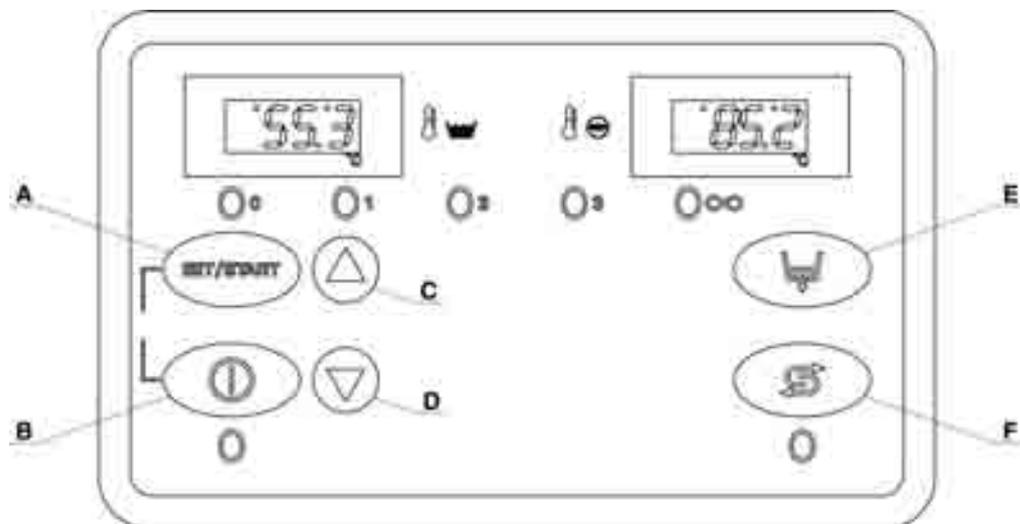

fig. 7
Aprire il rubinetto dell'acqua, azionare l'interruttore generale a muro e procedere all'accensione della macchina premendo il tasto (B) (vedi fig. 7). Il led verde si accenderà. Dopo alcuni secondi, inizierà la fase di riempimento vasca.
- Selezionare il ciclo di lavaggio (3, 6 o 9 minuti) tramite i tasti (C/D) (vedi fig. 7). Il led verde si accenderà in corrispondenza del ciclo selezionato (1, 2, 3, ∞).
- Avviare il ciclo premendo il tasto (A) (vedi fig. 7). L'avvio del ciclo verrà segnalato dal lampeggio della spia ciclo selezionato. A fine ciclo la spia ritorna fissa e compare la scritta END sul display.
N.B.: La macchina non accetta altri cicli fino a che non viene aperta la porta o premuto per due volte il tasto (A) (vedi fig. 7).
- Selezionare con i tasti (C/D) (vedi fig. 7) il ciclo (∞). Premere il tasto START (A). Appare sul display di sinistra TIN lampeggiante. Sul display di destra selezionare in ordine crescente o decrescente, con i tasti (C/D), il tempo desiderato.